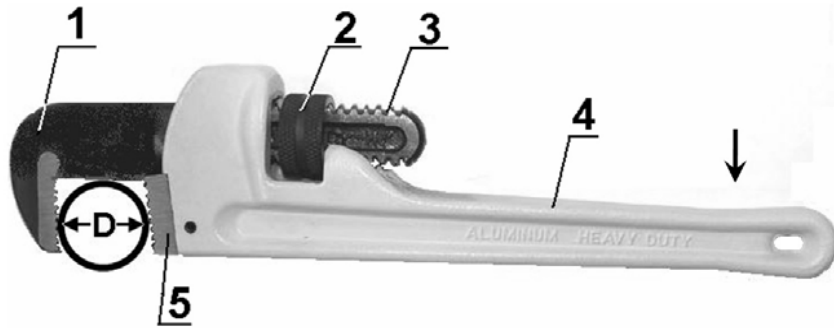

Рис. 1
2. Вращая гайку (2), установите расстояние между губками ключа в соответствии с диаметром используемой трубы.
3. Установите ключ на трубу. Направление вращения ключа на закручивание (правая резьба) показано стрелкой, Рис. 1.
5. Регулировкой гайки (2) установите надёжный контакт губок ключа с используемой трубой.
6. Не перекашивая ключ, аккуратно поворачивайте его за рукоятку (4) по часовой стрелке до момента надёжного самозахвата, после чего производите вращение трубы по часовой стрелке, Рис. 1.
7. Для освобождения ключа или для перехвата трубы необходимо рукоятку (4) повернуть в противоположном направлении. Установите ключ на трубе в удобном положении, повторите пункт 6.
8. Для вращения трубы против часовой стрелки необходимо переустановить ключ в зеркальном положении, Рис. 1.